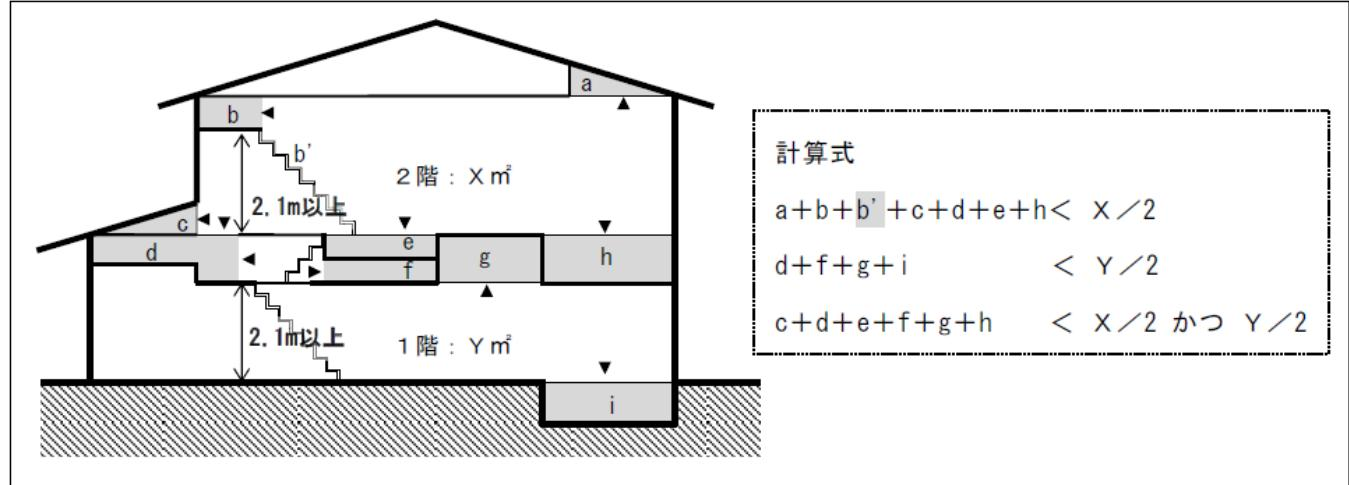

図6-3 小屋裏物置等を利用する階段等
(2) 小屋裏物置等を利用する階段等
- ① 小屋裏物置等を利用するためのはしご等の設置方法は、特定しない。
- ② 小屋裏物置等の利用にのみ供する固定階段を設置する場合
- イ 階段部分は、当該階段が設置される階の床面積に重複して算入せず、小屋裏物置等の水平投影面積に算入すること。(図6-3)